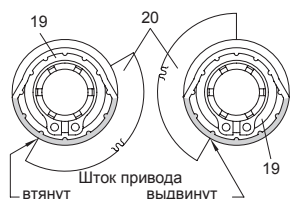

Рис. 7: Выравнивание контактных кулачков относительно кулачкового кронштейна
3. Снимите зубчатое кольцо и регулировочный диск со шпинделя (11).
4. Наденьте шестерёнки (18) на шпиндели и закрепите каждый одним винтом (16). Удостоверьтесь, что шестерёнки вращаются легко. При необходимости слегка ослабьте винт.
5. Поверните оба контактных кулачка (19), как показано на рис. 7, в соответствии с положением штока привода на кулачковом кронштейне (20).
6. Наденьте прокладку (8) на шпindel для кулачкового кронштейна (11), следя за тем, чтобы длинная часть пружины оказа-